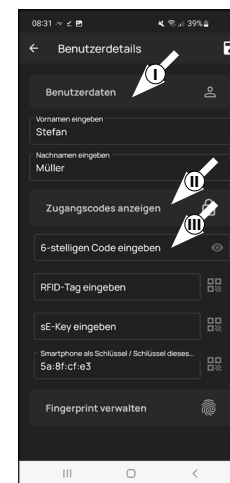

Fig. 3
- ! **Remarque :** Dans ce paragraphe, vous pouvez enregistrer les médiums d'identification souhaités par l'utilisateur (p. ex. code d'utilisateur ou empreintes digitales (II) (Fig. 3). Le profil d'utilisateur de l'administrateur a déjà été créé automatiquement en ouvrant la serrure par smartphone.
- 4 Dans « entrer code à 6 positions », saisissez un code d'utilisateur souhaité à 6 positions (III) (Fig. 3)